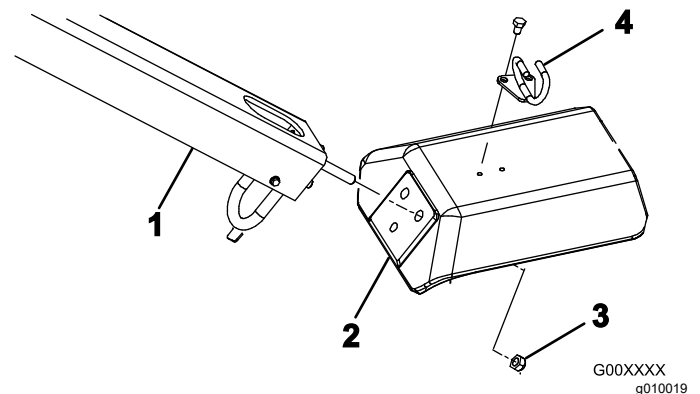

Figura 4
2. Introduzca los espárragos de montaje del manillar en los orificios de la horquilla (Figura 4).
3. Sujete los espárragos del manillar a la horquilla (Figura 4) con 3 contratuercas (1/2").
5. Monte la guía de los cables en la parte superior de la horquilla (Figura 4) con 2 pernos (5/16" x 1/2").